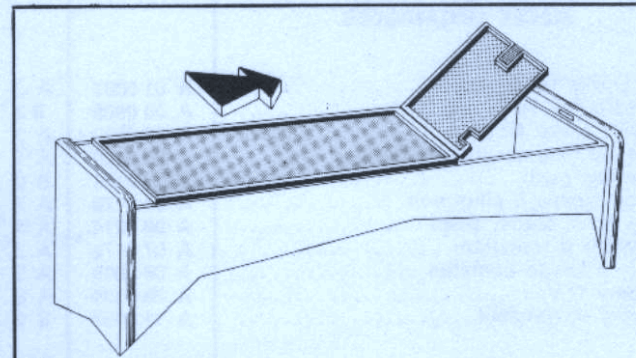

Fig. 1.
- 2) Enlever la trappe-couvercle du boîtier piles (fig. 1).